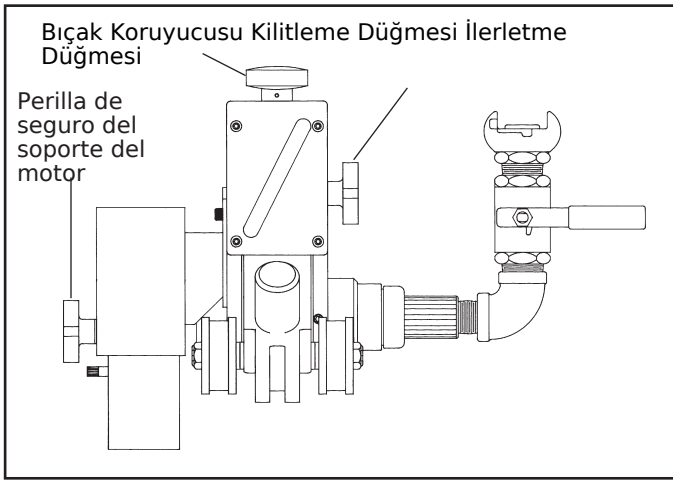

FIG. 4
1. Afloje la perilla de seguro del soporte del motor (Fig. 4)
2. Haga girar la perilla de alimentación en sentido antihorario para retraer el soporte del motor hasta su posición más elevada. (Fig. 4)
2. Gire en sentido horario la perilla de alimentación del cortatubos. (Fig. 4) Haga bajar el motor y el cortatubos para que estén cerca del tubo, pero sin tocarlo. La perilla de seguro del soporte del motor deberá quedar apretada, pero permitir que el soporte se deslice.
*La excepción a esto sería si el cortador de bisel se estuviera usando en plástico, entonces el cortador se accionaría hasta que el cortador de bisel comenzara a cortar. En este punto el apuntador calibrador de profundidad se podría usar para determinar la cantidad de bisel. Un accionamiento a fondo produce un bisel de 15/16" . (Fig. 4)
3. Apriete la perilla de seguro del soporte del motor (Fig. 4)
4. Bıçak koruyucusu kilitleme düğmesini yaklaşık damente a 1/8" del tubo (Fig. 4)